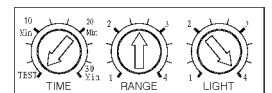

Figura 4
6. Ubique las perillas de ajuste en el panel de control para realizar pruebas y ajustes. (Ilustradas en la Figura 4).